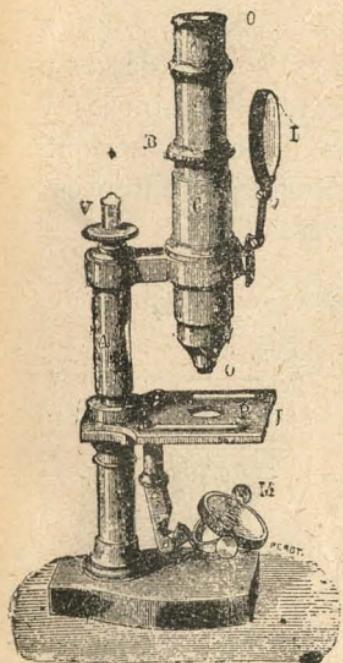

Fig. 142.—Microscopio
**3. Microscópico.**—El *microscopio compuesto* (fig. 142) es un aparato formado de dos sistemas de lentes convergentes, el *ocular* y el *objetivo*; esas lentes están dispuestas de modo que produzcan aumentos considerables.